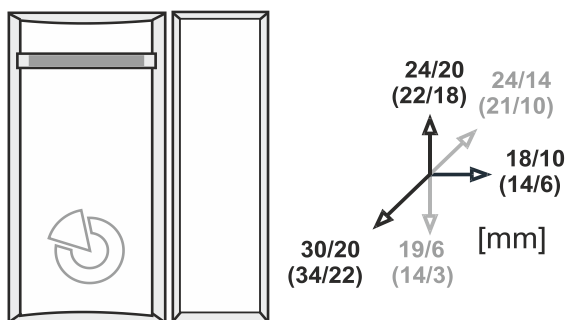

Figura 2: distâncias para ativação/desativação de um detetor instalado numa superfície não magnética (magnética)
1. Abra a tampa do detetor pressionando a patilha (3).
3. Aparafuse o íman permanente à parte móvel porta ou janela. A distância entre a componente eletrónica e o íman deve ser tão reduzida quanto possível. As distâncias de ativação/desativação entre o íman e o detetor são apresentadas na Figura 2 abaixo. Os valores podem variar para outros tipos de ímanes ou polaridade oposta.